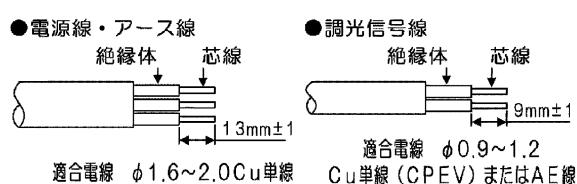

図 2
④照明器具に接続される電源線(AC OUT)、調光信号線(PWM OUT)の被覆を図2のようにストリップしてください。